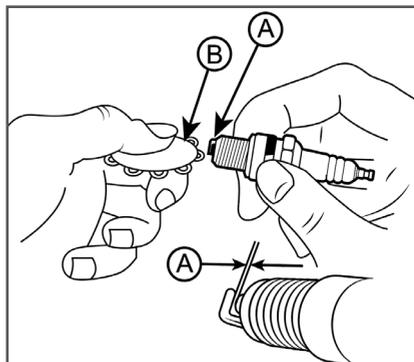

Рис. 14 Обслуживание свечи зажигания
4. Измерьте зазор между электродами свечи зажигания специальным щупом. Зазор должен быть 0,7-0,8 мм (Рис. 14). При увеличении или уменьшении требуемого зазора, рекомендуется заменить свечу, так как регулировка зазора может привести к изменению качества искрообразования.